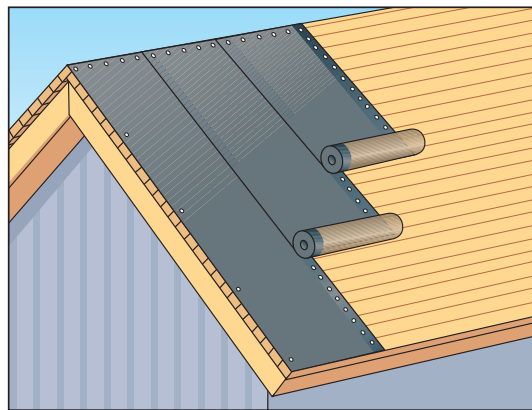

Рис. 16
- Подкладочный ковер раскатывается параллельно или под прямым углом (при уклоне кровли от 180С) к карнизному свесу с нахлестом не менее 10 см. (Рис. 1а и Рис. 16).